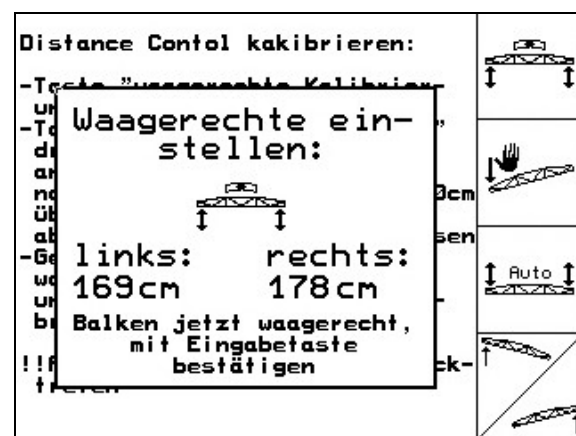

Fig. 29
2. über  und  das Gestänge waagerecht ausrichten. Die aktuelle Höhe der beiden Sensoren wird stetig angezeigt (Fig. 29).